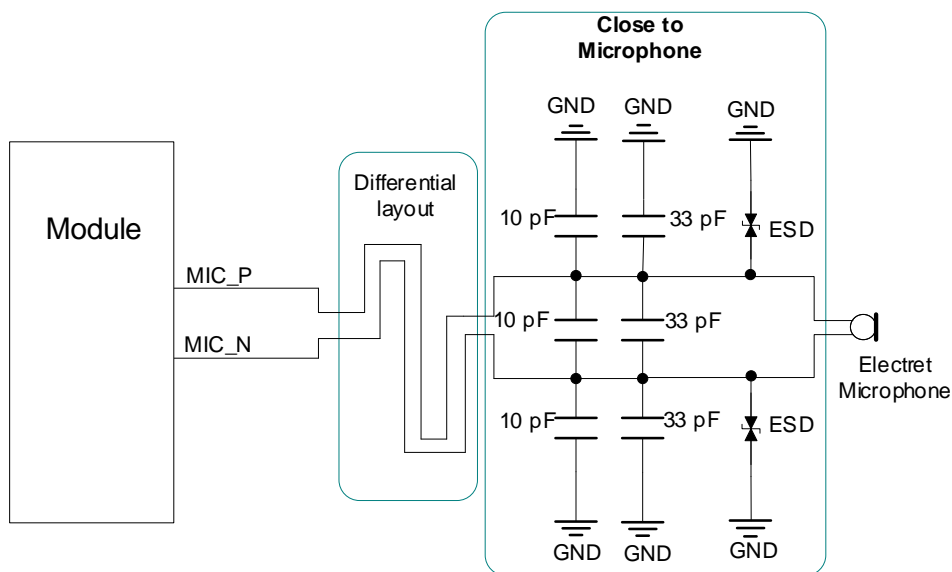

图 28: 不带偏置电路麦克风接口参考电路
- 若选择不带 GNSS 功能的模块，则无需增加外部麦克风偏置电路，可参考图 28 来设计麦克风接口电路。